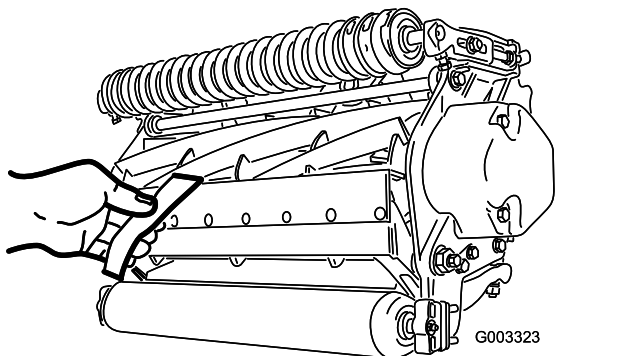

Рисунок 8
- Вставьте длинную полоску специальной бумаги для проверки качества среза (№ 125-5610 по каталогу Toro) между барабаном и неподвижным ножом перпендикулярно неподвижному ножу (**Рисунок 8**), затем **медленно** вращайте барабан вперед; при этом нож должен разрезать бумагу; в ином случае поверните каждый регулировочный винт неподвижного ножа по часовой стрелке на один щелчок и повторяйте действия, описанные в этом пункте, до тех пор, пока нож не будет разрезать бумагу.